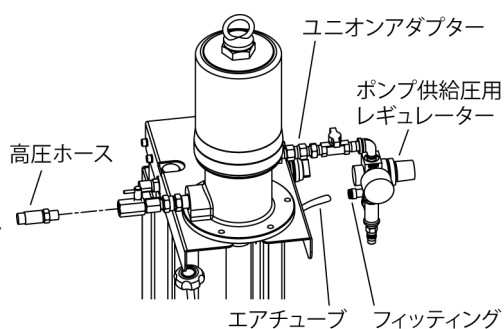

Fig. 2
- 3) ポンプのエア入口のユニオンアダプターに付属のポンプ供給圧用レギュレーターを取付け、確実に固定してください。(Fig. 2)
- 4) リフト供給圧用のエアチューブをエア供給口のフィッティングに差込み、引っ張って抜けないことを確認してください。(Fig. 2)
- 5) ポンプのグリース吐出口（チェックバルブ部）にグリース用高圧ホースを接続し、漏れのないよう確実にねじ込んでください。(Fig. 2)